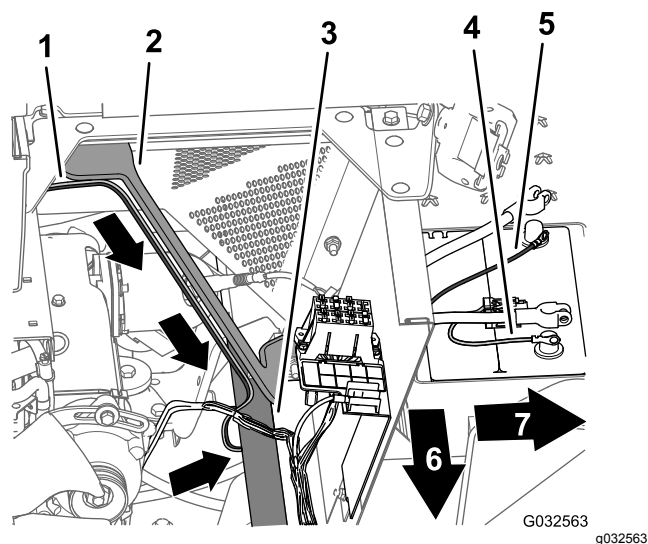

**Figura 137**
- Disponete la diramazione di 165 cm del cablaggio preassemblato sull'angolo della cassetta del sedile e verso il basso, lungo il supporto sinistro della copertura del motore (Figura 137).